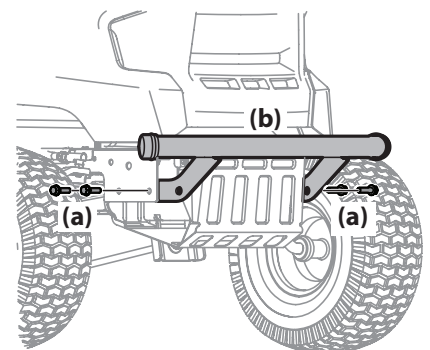

Figura 2-10
2. Coloque los soportes del paragolpes hacia el interior del bastidor del tractor y fíjelos en su lugar con los cuatro tornillos hexagonales con reborde (a). Vea la Figura 2-10.